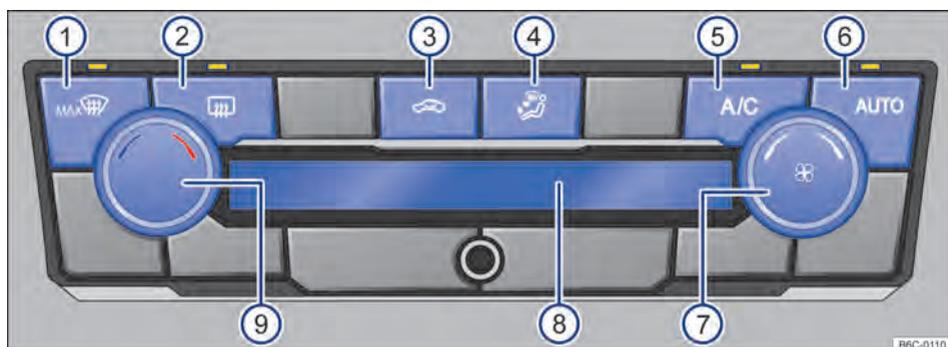

Fig. 85 Comandos do Climatronic.
- *Climatronic*: girar o regulador do ventilador para a esquerda até o batente → Fig. 85 (9).
Com o botão **AUTO** → Fig. 85 (6) é possível ligar o modo automático do Climatronic.
mático se desliga quando a ventilação é alterada manualmente ou com a alteração da distribuição de ar através do botão → Fig. 85 (4) pressionar.
- *Climatronic*: girar o regulador rotativo esquerdo → Fig. 85 (9).
No display do Climatronic → Fig. 85 (8) é indicada a temperatura ajustada. ▶
- *Climatronic*: girar o regulador do ventilador → Fig. 85 (7).
- *Climatronic*: pressionar o botão → Fig. 85 (4) para posição desejada, a distribuição selecionada será indicada no display (8).
- *Climatronic*: pressionar o botão  → Fig. 85 (1).